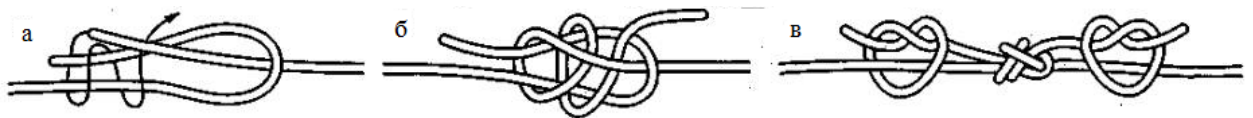

Рис. 16. Брамшкотовий вузол: а-б – в'язання вузла, в – вузол контрольними вузлами
**Завдання 16.** Навчитися в'язати вузли для зв'язування мотузок різного діаметру: Брамшкотовий (рис.16).